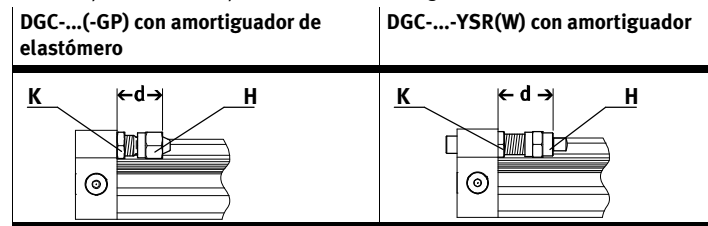

Fig. 21
- Por razones de estabilidad, la **distancia d** indicada en la Fig. 21 no debe sobrepasar los valores especificados en la tabla siguiente: